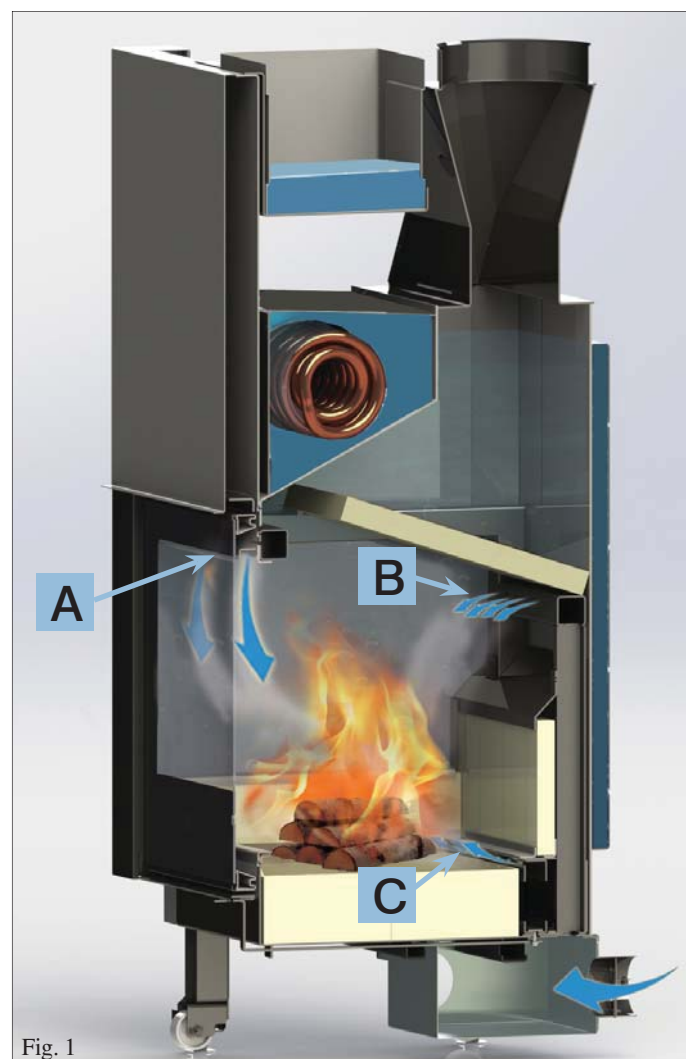

Fig. 1
L'aria primaria di combustione (A) e di pulizia vetro entra dalla sommità del vetro stesso dopo essersi riscaldata, durante il suo percorso (fig. 1) e mantiene il vetro pulito.
L'aria secondaria di combustione (B) o di post-combustione è immessa nel focolare dai fori presenti sul fondale del focolare stesso (fig. 1).
L'aria detta "Turbo" (C) entra alla base del focolare sul pelo libero della brace (fig. 1) per velocizzare l'accensione del termocaminetto.